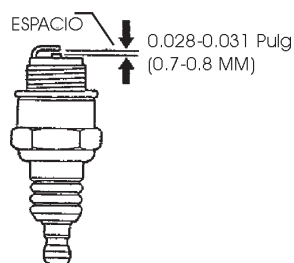

Figura 27. Calibración de la bujía
1. Quite y limpie la bujía (Figura 27).
1. Cuando quite los cables, desconecte primero el lado a tierra, normalmente es el negativo (Figura 27).